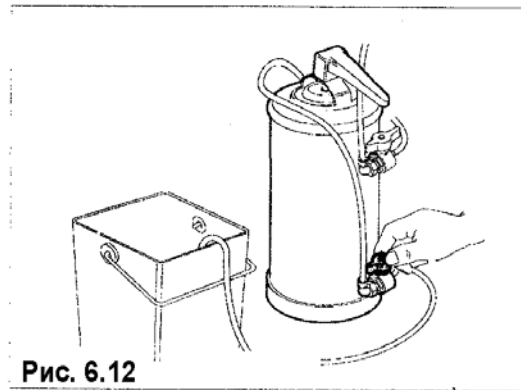

Рис. 6.12
- Поверните нижний кран, не забыв поместить соответствующий шланг в ведро или лучше в слив (рис. 6.12).